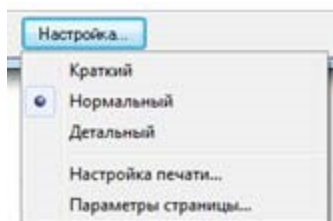

Рисунок 11.4 - «Выбор формата отчета».
- Нормальным, содержащим график сигнала и результаты измерения - Детальным, содержащим всю информацию об измерении. Выбор вида отчета производится нажатием кнопки «Настройка» и установкой символа  около необходимого формата (см. рисунок 11.4).